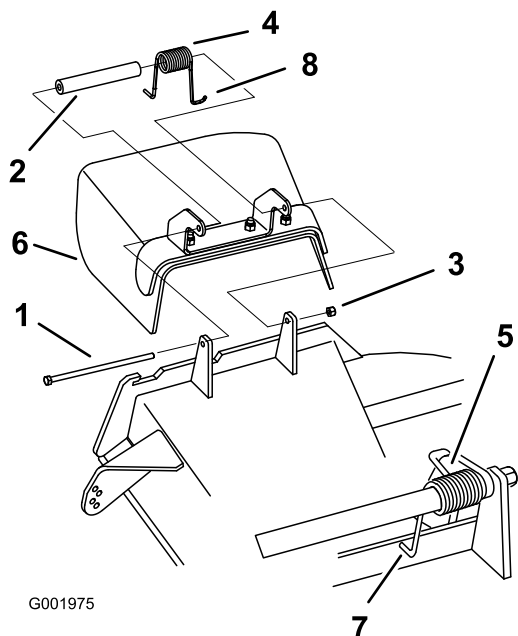

Figura 80
1. Retire la contratuerca, el perno, el muelle y el espaciador que sujetan el deflector a los soportes de pivote (Figura 80). Retire el deflector de hierba dañado o desgastado.
Nota: Asegúrese de colocar el extremo en **L** del muelle detrás del reborde de la plataforma antes de instalar el perno, según se muestra en la Figura 80.
3. Instale el perno y la tuerca. Coloque el extremo en **J** del muelle alrededor del deflector de hierba (Figura 80).